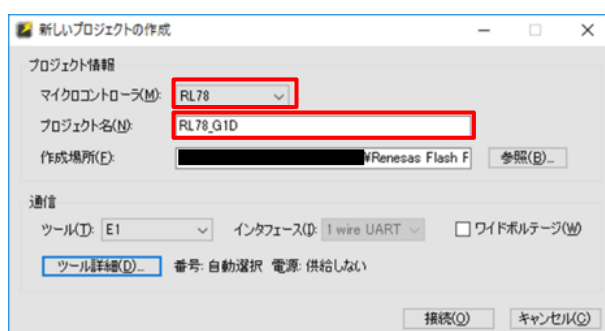

図 3-1 プロジェクトの作成
- (1) RL78/G1D に E1 エミュレータを接続した状態で、Renesas Flash Programmer を起動し、[ファイル] → [新しいプロジェクトを作成(C)...]を選択します。そして、マイクロコントローラに「RL78」を指定し、プロジェクト名に任意のプロジェクト名を指定します。また、E1 エミュレータからの電源供給は環境に合わせて設定してください (図 3-1)。